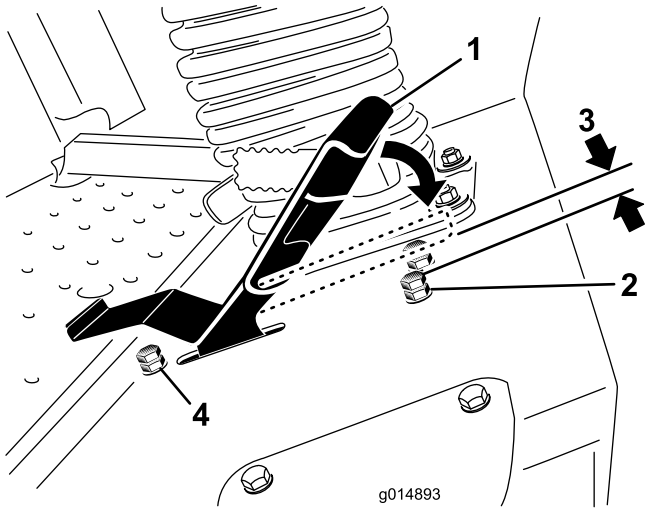

Figura 51
3. Afloje la contratuerca del perno de tope del pedal de tracción (Figura 51).